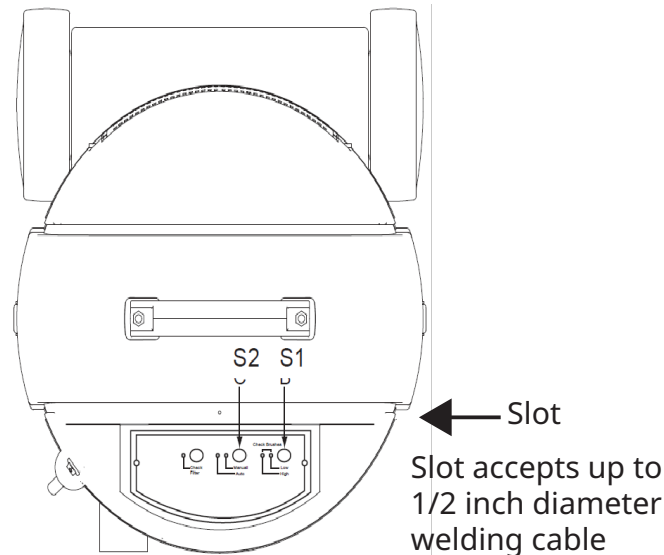

Figura 3: Vista de arriba hacia abajo de la unidad
2. Coloque el cable de trabajo de la máquina soldadora en la ranura en la parte superior de la máquina (consulte Figura 3: Vista de arriba hacia abajo de la unidad en la página B-2, Ranura) (cuando utilice el modo de inicio/parada automático). La ranura admite un cable de soldadura de hasta 1/2 pulgada de diámetro.
En la configuración "automática" (consulte Figura 3: Vista de arriba hacia abajo de la unidad en la página B-2, elemento S2), la unidad se enciende y se detiene automáticamente cuando el cable de trabajo de la máquina soldadora se coloca en la ranura ubicada en la parte superior de la máquina. Consulte Figura 3: Vista de arriba hacia abajo de la unidad en la página B-2. La unidad continúa funcionando durante 15 segundos después de completar la soldadura antes de apagarse automáticamente.